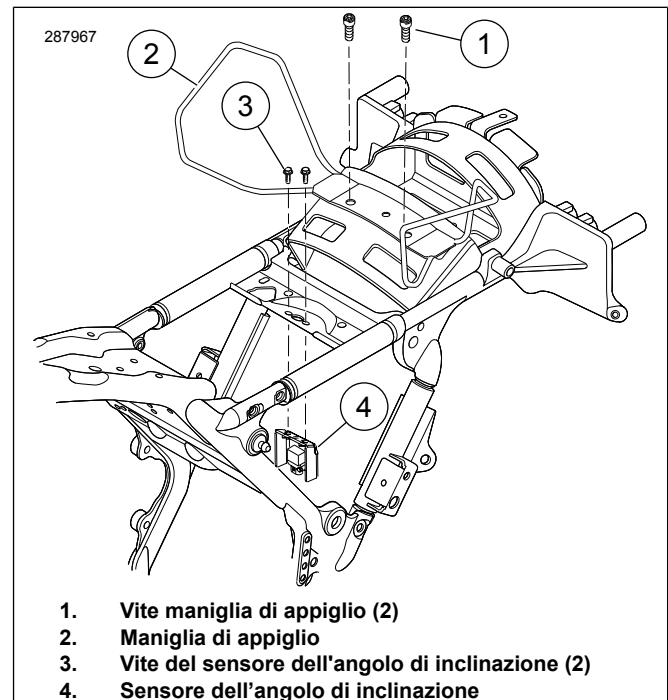

Figura 1. Estrarre le viti del sensore dell'angolo di inclinazione
5. **Se dotato di una maniglia di appiglio:** Vedere Figura 1. Rimuovere ed eliminare le viti della maniglia di appiglio (1).
7. **modelli 2009 - 2018:** Estrarre le viti (3) tenendo BAS la staffa (4).